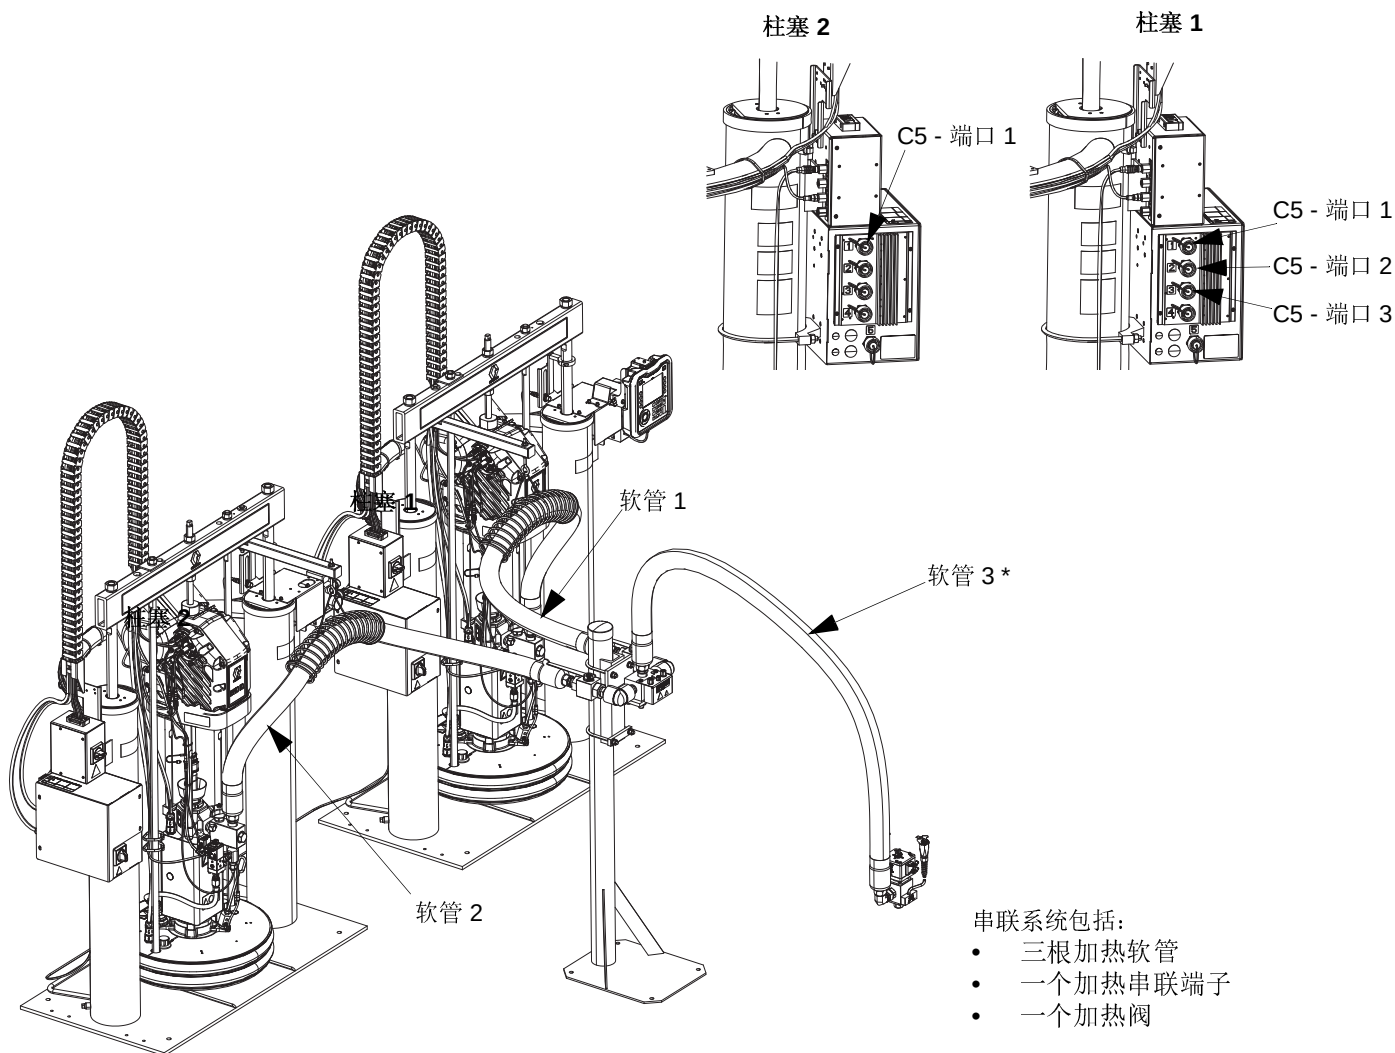

图 26
- 加热阀 - 从软管 4 到轴向分配阀 (B) 的方形电气接头。
- 加热串联端子 - 从软管 1 或软管 2 到加热串联端子 (R) 的方形电气接头。参见图 26。